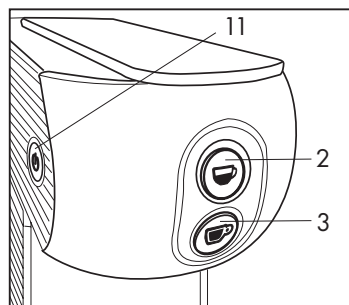

Fig. 11
- Contrôler qu'il n'y a pas de capsules à l'intérieur et allumer la machine en actionnant l'interrupteur principal (11).
- Fermer le support petite tasse (10) et poser une grande tasse vide sous le bec de distribution (4).
Grande tasse : Presser et gardé la touche enfoncée (3). La machine commencera à distribuer l'eau. Une fois que le niveau d'eau désiré est atteint lâcher la touche (3). La machine interrompra alors la distribution d'eau et la quantité restera mémorisée pour les distributions futures. **(Fig.11)**
Petite tasse : Presser et garder la touche enfoncée (2). La machine commencera à distribuer l'eau. Une fois que le niveau d'eau désiré est atteint lâcher la touche (2). La machine interrompra alors la distribution d'eau et la quantité restera mémorisée pour les distributions futures. **(Fig.11)**